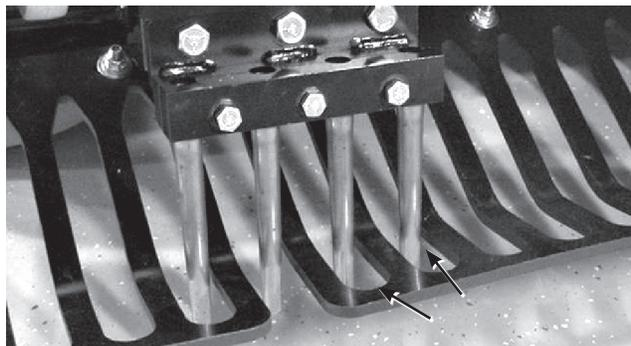

図 27
6. 全部のタインが、ターフ・ガードの隙間の中心に整列している (図27) ことを確認する。必要に応じてターフ・ガードの位置を調整し、ナットで固定する。